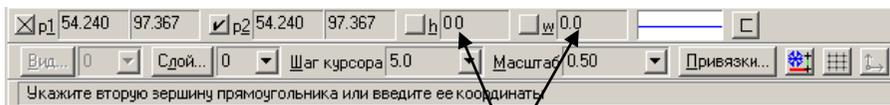

Рис. 24
7. Выберите кнопку-пиктограмму Ввод Прямоугольника на инструментальной панели геометрии и щелкните на ней ЛКМ. Появится строка параметров объекта прямоугольника (рис.24).
9. Построим прямоугольник (рис.24):
11. Щелкните ЛКМ на кнопке Привязки на панели текущего состояния (рис. 24).